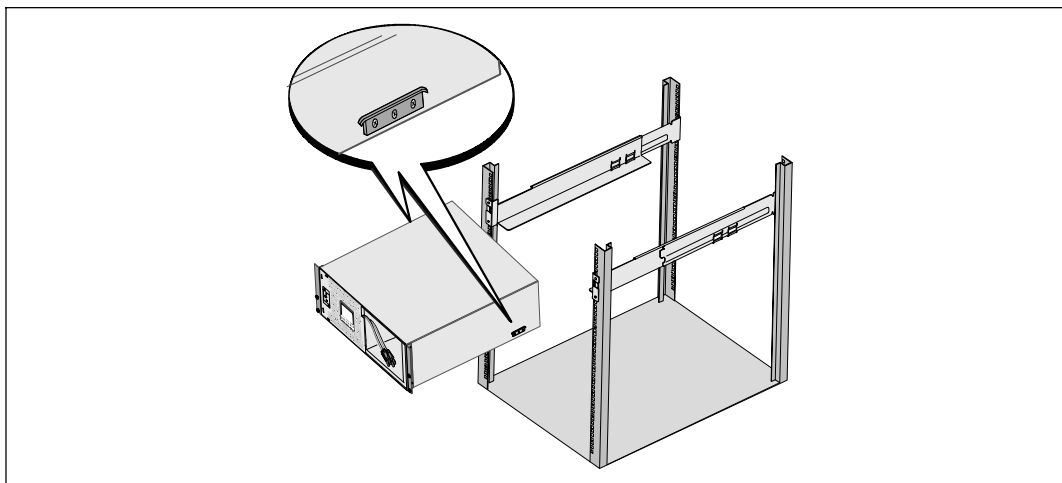

Рис. 13. Установка корпуса
- 6 Задвиньте корпус в блок (см. Рис. 13). Повторите эту процедуру для всех дополнительных корпусов.